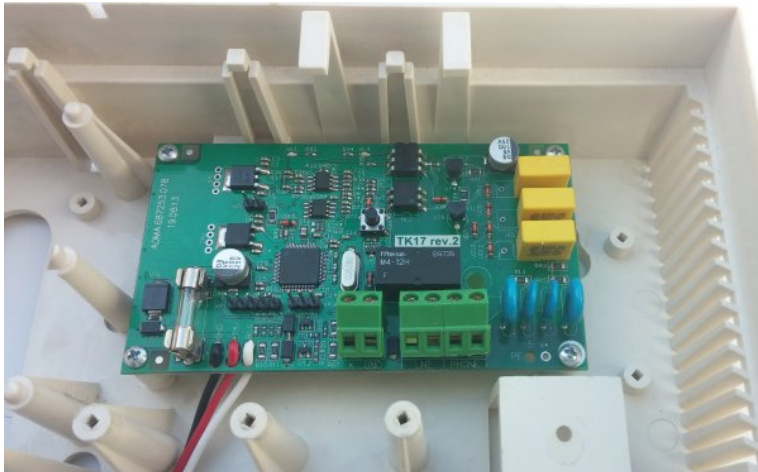

Рисунок 25. Установка коммуникатора «ТК-17»
2. Установить коммуникатор в корпус прибора (рисунок 25) и соединить с платой ППКОП согласно схеме на рисунке 34;